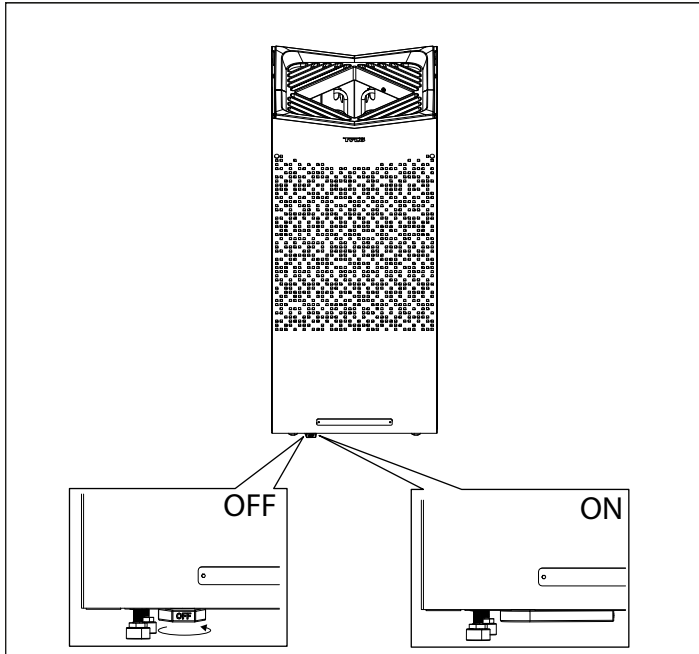

Abbildung 18: EIN/AUS
2. Schalten Sie die Heizung ein und betätigen Sie den Hebel (siehe Abbildung 18).